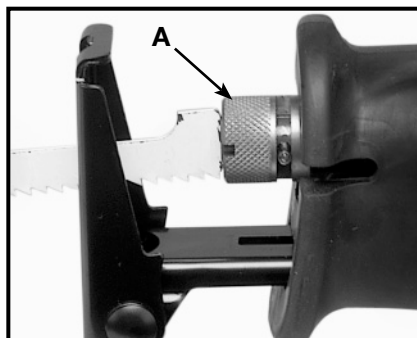

Fig. 4
4. Meta la segueta en el seguro hasta el fondo. Deje que el collar de seguridad gire en el sentido de las manecillas del reloj para asegurar la segueta, (A) Fig. 4.